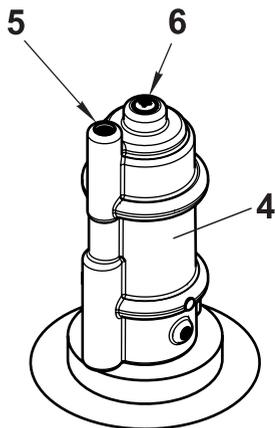

Рис. 7
4.4.4 Время открытия клапана зависит от настройки. Для регулировки времени открытия клапана используйте регулировочный винт 5 в верхней части корпуса замедлителя 4 (рис. 7). По-